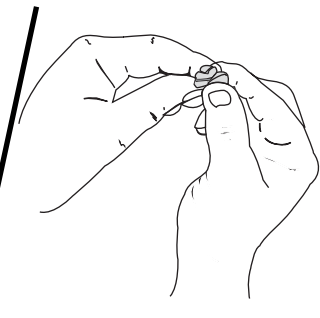

Fig. 18
5. Apriete el filtro para esparcir y retirar el exceso de aceite (Fig. 18).